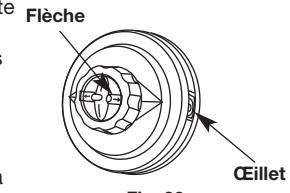

Fig. 30
- Alignez les flèches sur le bouton de bosse avec les oeillets de couverture de bobine, si elles ne sont pas déjà (Fig. 30).